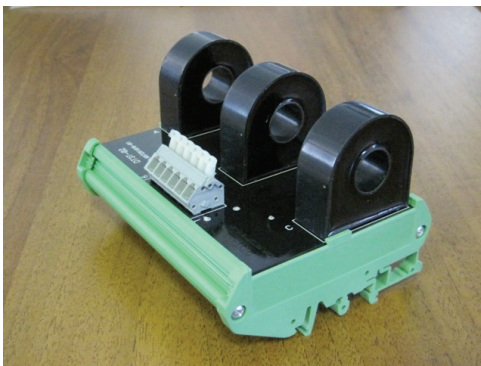

Рис. 2 – Датчик тока ДТЗТ
- Датчик токов ДТЗТ (АВМР.423141.003) – предназначен для измерения главных токов ВВ, имеет три канала преобразования тока от ТТ энергообъекта в напряжение (-2.5.. +2.5 В). Внешний вид датчик показан на Рис. 2.